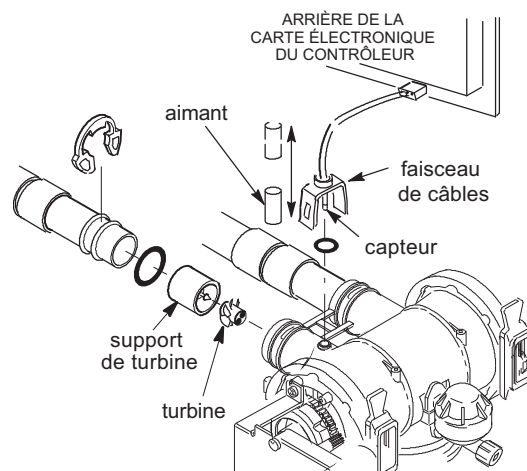

FIG. 107
6. Si l'affichage reste fixe malgré l'ouverture du robinet, tirez le faisceau de câbles de l'orifice de sortie de la vanne (cf. Figure 107).